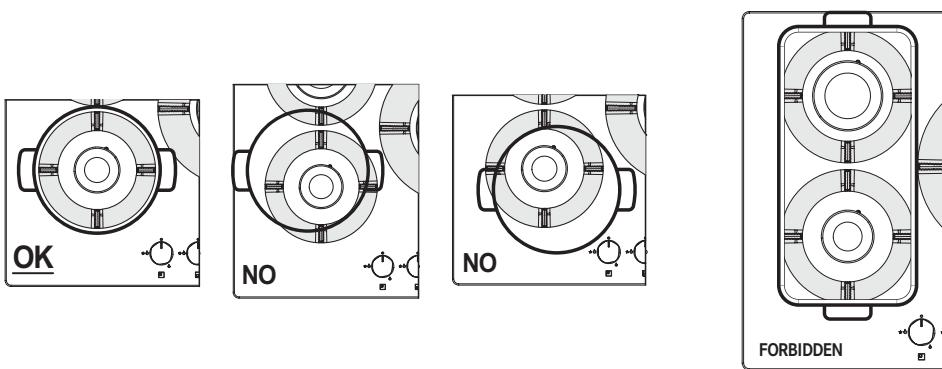

Fig. 1
Utilizarea unor vase mai mari decât cele specificate pot cauza încălzirea excesivă a butoanelor și părții superioare, iar în caz de utilizare prelungită, îngălbirenirea capacului (dacă este din oțel inoxidabil). Franke își declină orice responsabilitate pentru defectiunile rezultate din utilizarea aparatului în acest mod (Fig. 1).
- ▷ Nu puneți aceeași tigaie pe două arzătoare (Fig. 1).
- ▷ Nu folosiți două arzătoare aprinse în același timp cu un singur recipient, cum ar fi o cratiță sau o tigaie de pește (Fig. 1).